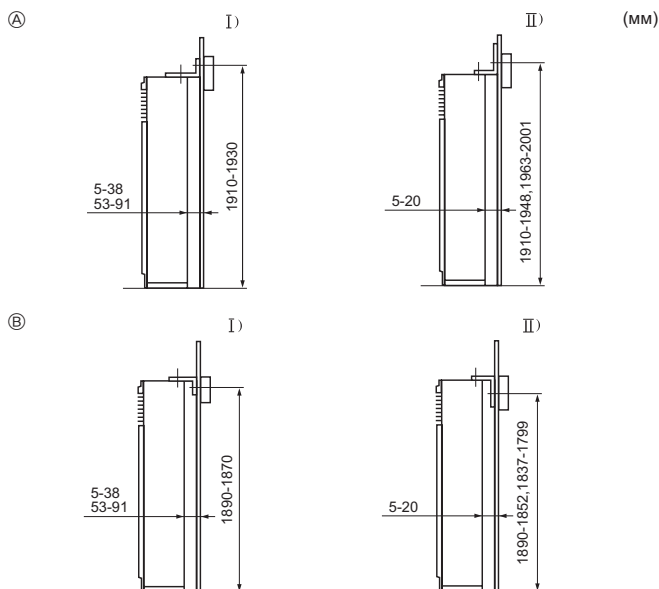

Fig. 3-3
- ① Крепежный кронштейн для предотвращения опрокидывания прибора
Крепежный кронштейн для предотвращения опрокидывания прибора ① устанавливается на верхней панели прибора. Снимите самонарезающие винты ②, и затем по-новому установите кронштейн, как показано на рисунке. Точные значения расстояний, соблюдение которых необходимо при установке, приводится, на Fig. 3-3.
- ⓔ Снимите винт ④ и потяните решетку на себя, чтобы снять ее.
3.3. Монтаж крепежного кронштейна для предотвращения опрокидывания прибора (Fig. 3-3)